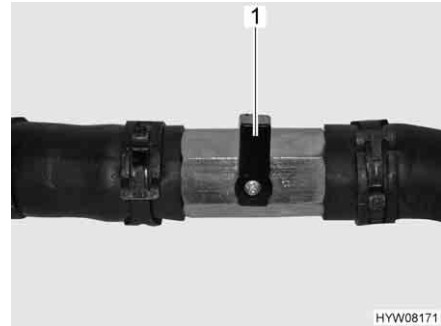

Fig. 205 Llave de paso cerrada
- Poner la palanca (Fig. 205,1) transversalmente a la tubería.